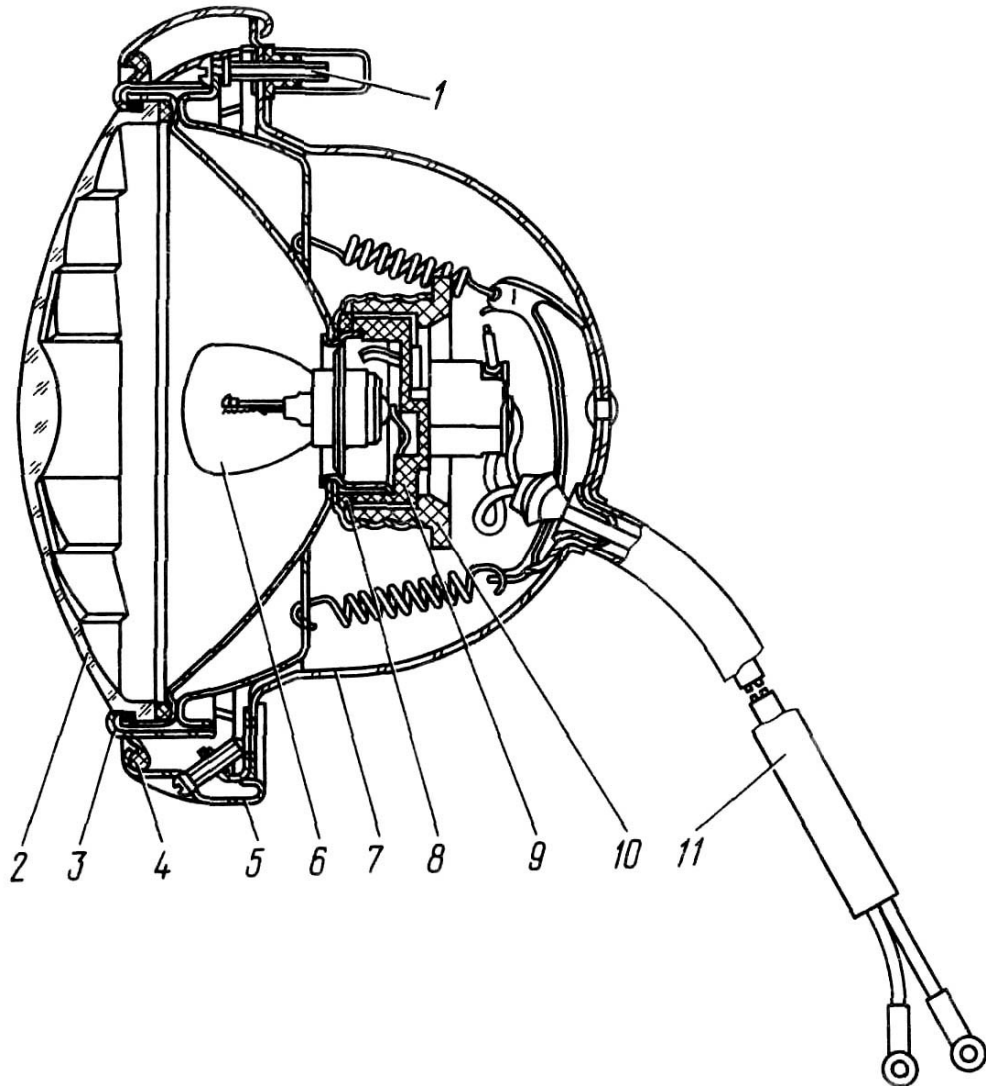

Рис. 110. Фара автомобиля:
Фары дальнего и ближнего света имеют неразборный оптический элемент 2 (рис. 110), состоящий из отражателя, стекла-рассеивателя, двухнитевой лампы 6 с фланцевым цоколем и крышки 9 с контактами. Нижняя нить лампы номинальной мощностью 55 Вт соответствует дальнему свету фар, а верхняя нить 50 Вт дает ближний свет.
3. Отверните винт крепления наружного ободка 5 (см. рис.110) и снимите ободок.
1. Установите и закрепите защелкой лампу 6 (см. рис.110).
- Для регулировки света фар снимите наружные декоративные ободки 5 (см.рис.110) у обеих фар и с помощью верхнего и боковых винтов 1 отрегулируйте положение оптического элемента 2.